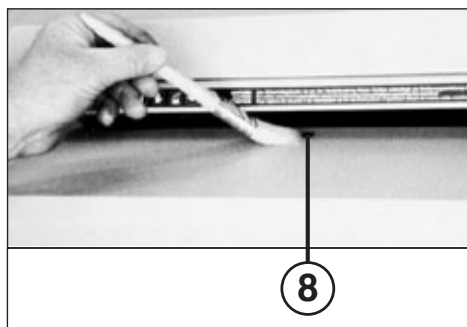

Fig. 5
**RENGØRING AF FOTOCELLERNE (8) (fig. 5):** Skulle der blive papirstykker liggende i papirsprækken (f.eks. efter papirophobning) er det muligt, at maskinen ikke stopper, da fotocellerne melder "optaget".